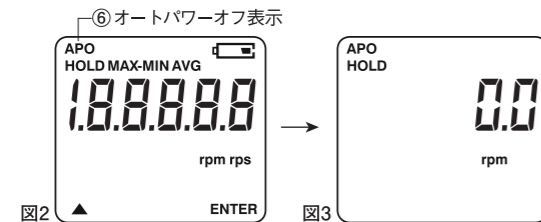

図2
(1) 付属の反射テープを1~3cmの長さに切り、裏面のクラフト紙をはがして回転体に貼り付けます。テープを貼る場所の油や汚れは、よく拭いてください。テープはできるだけ回転体の外周に近い位置に貼ってください。
(2) 本体の電源を入れます。〇ボタン⑤を押すと電源が入り、図2が表示された後、図3のように表示されます。また、電源を切る時は、この〇ボタン⑤を2秒以上長押しします。
※オートパワーオフ機能を"ON"に設定した場合測定モード中に図2の⑥のように"APO"とオートパワーオフ表示がされます。"OFF"に設定した場合にはこの表示はされません。